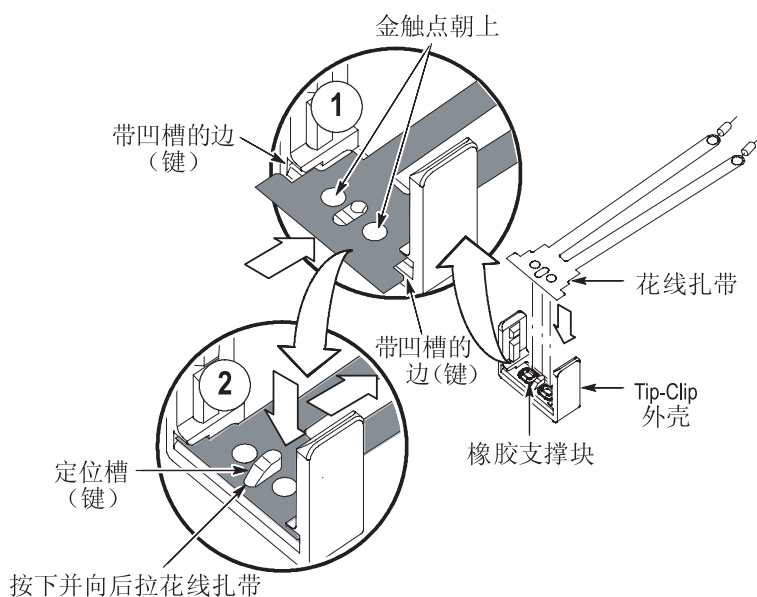

图 19: 重新安装花线扎带
1. 确保两个橡胶衬垫在 Tip-Clip 外壳中处于正确的位置。如图 19 中的 1 所示，放置花线扎带和 Tip-Clip 外壳。
2. 如图 19 中的 2 所示，重新安装花线扎带。检查花线扎带是否已平整地装入 Tip-Clip 外壳。